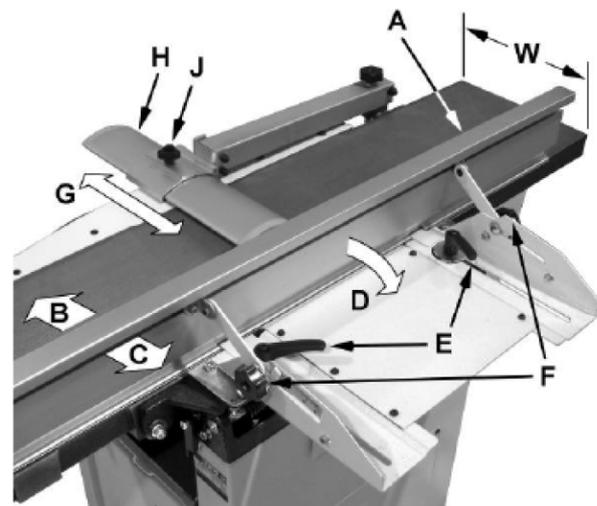

Abb. 10: Dickenhobel
Bei richtiger Positionierung sollte der Messerkopfschutz (H) an der Begrenzung/Anschlag (A, Abb.10) anliegen.
Der Anschlag (A, Abb.10) kann vorwärts bewegt werden (B) oder rückwärts (C) über die Breite (W) des Tisches. Er kann auch bis zu 45 Grad nach hinten (D, Abb.10) gekippt werden.
Schritt 1: Lockern Sie den Sperrknopf (J, Abb.10), schieben Sie den Schutz in Position, dann ziehen Sie den Sperrknopf fest.
Schritt 2.1: Lösen Sie wenn nötig den Messerkopfschutz (H, Abb.10) um zu ermöglichen, dass sich die Anschlagsgaube frei bewegt ohne vom Messerkopfschutz eingeschränkt zu werden.
Schritt 2.2: Lockern Sie die Verriegelung der zwei Hlategriffe (E, Abb.10) der Anschlaggruppen.
Schritt 2.3: Verschieben Sie die gesamte Anschlagsgaube an die gewünschte Position. Ziehen Sie dann die Griffe wieder fest (E).
Schritt 2.5: Der Anschlag (A) kann bis zu 45 ° nach hinten (D) geneigt werden (das bedeutet einen Gesamtwinkel von 135 ° von der Tischoberfläche):
Schritt 2.5.1: Lockern Sie die Griffe (F, Abb.10).
Schritt 2.5.3: Ziehen Sie die Verriegelungsgriffe (F, Abb.10) fest.